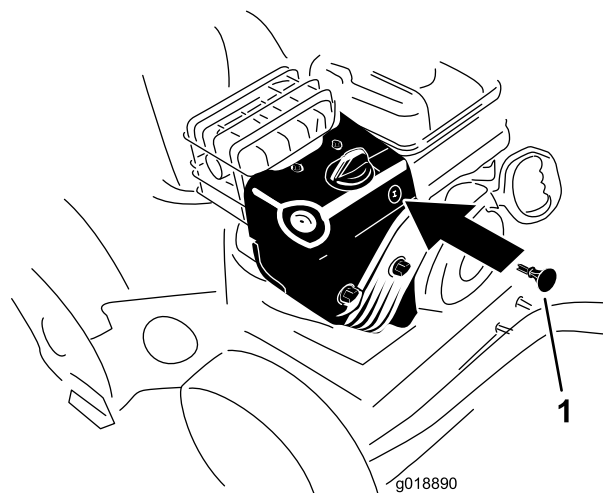

Figure 23
3. Insérez la clé de contact dans le commutateur d'allumage (Figure 23).